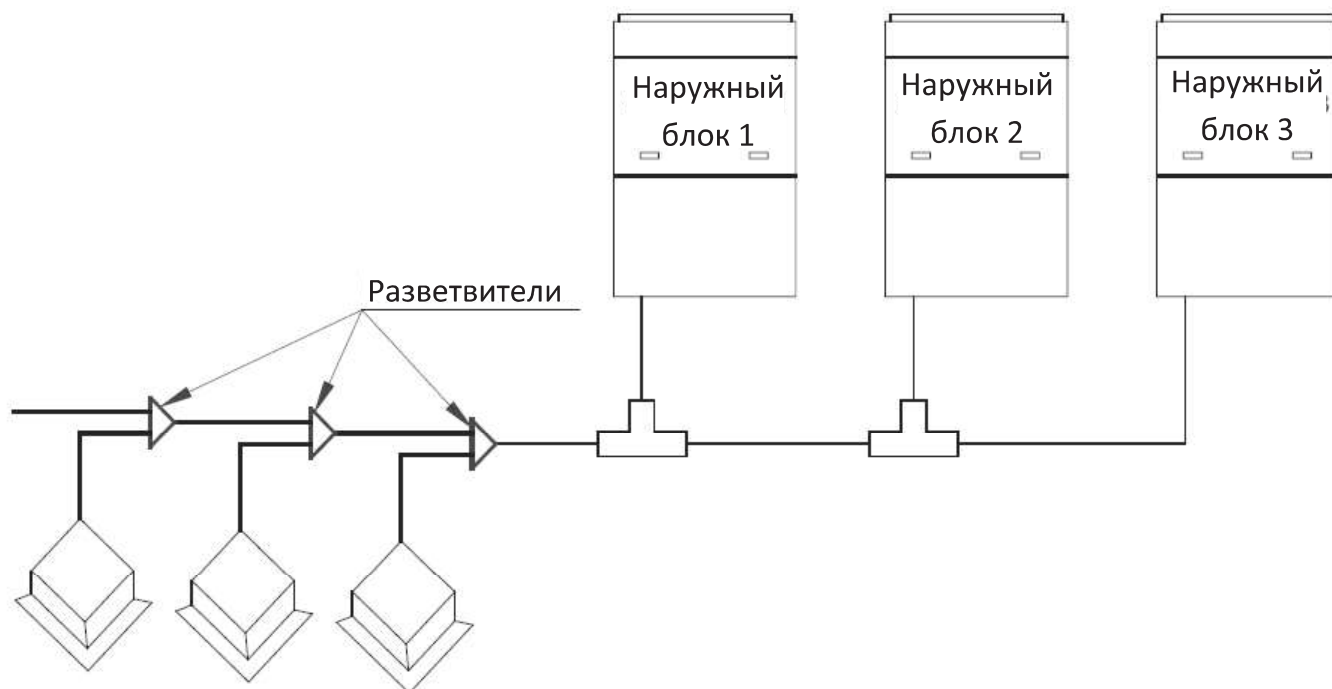

Рис. 7.6.
7.3.3. Для развода фреоновых труб от наружного блока или модуля к внутренним блокам применяются специальные тройники типа FQ — разветвители (реф неты) (рис. 7.6.).